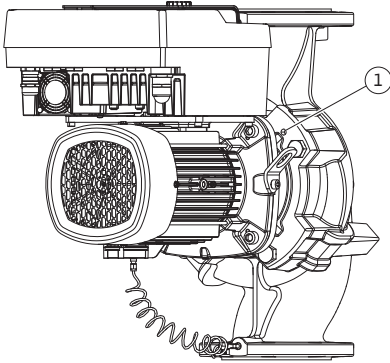
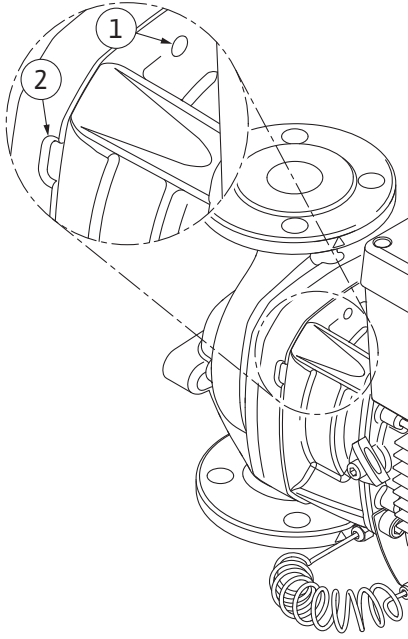

Fig. 104: Takma kitinin dişli delikleri üzerinden dışarı bastırılması
Fig. 105: Takma kitinin pompa gövdesinden dışarı itilmesi için yivli delikler ve açıklıklar
12. Pompa tipi (Fig. III, IV) için poz. 29 civatalarını çözün. Bitişik iki dişli deliği (Fig. 104, Poz. 1) kullanın ve müşteri tarafından sağlanan uygun civataları kullanın (ör. M10 x 25 mm). Takma kitini pompa gövdesinden ayırın. Pompa tipi (Fig. I ve Fig. II) için iki M10 dişli deliği kullanın (bkz. Fig. 105) ve müşteri tarafından sağlanan uygun civataları (ör. M10 x 20 mm) kullanın. Bastırma için kızaklar da (Fig. 105, Poz. 2) kullanılabilir. Bu işlem için ör. iki tornavidayı kaldırma olarak kullanın. Yaklaşık 15 mm bastırma mesafesinden sonra takma kiti artık pompa gövdesine ilerletilemez.